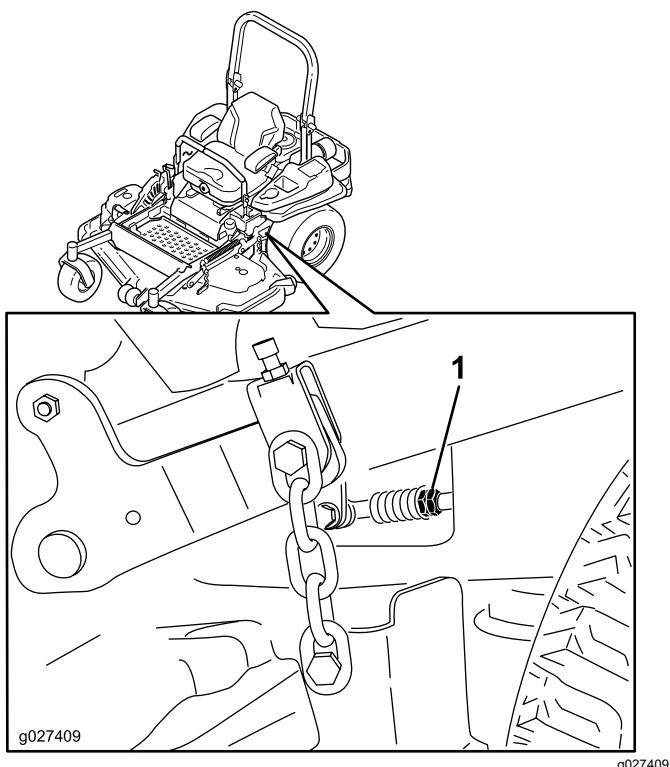

Figura 83
- Ajuste la longitud de las varillas de control de las bombas girando las tuercas dobles de la varilla en el sentido apropiado, hasta que las ruedas se muevan ligeramente en marcha atrás (Figura 83).